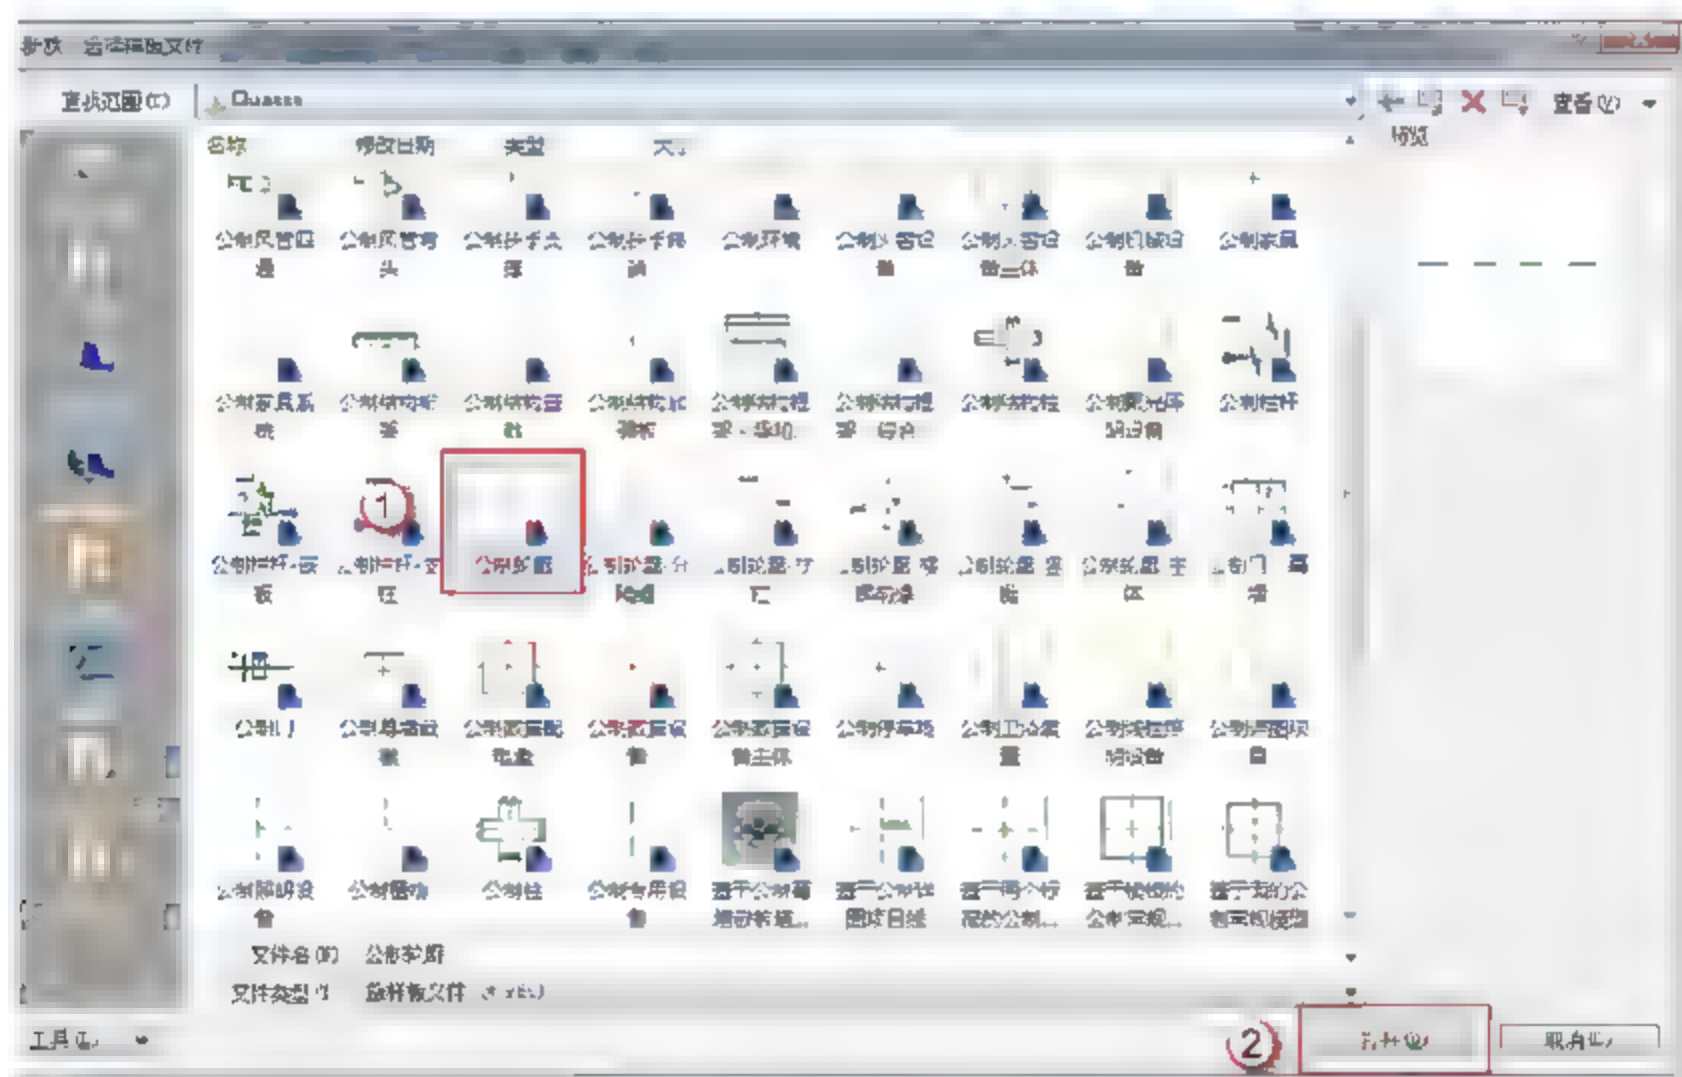

图 9.2.59 打开“公制轮廓”族
(16) 打开“公制轮廓”族样板文件。单击“程序菜单”按钮, 在下拉菜单中选择“新建”→“族”命令, 在弹出的“新族-选择样板文件”中, 选择“公制轮廓”族, 单击“打开”按钮, 如图 9.2.59 所示。